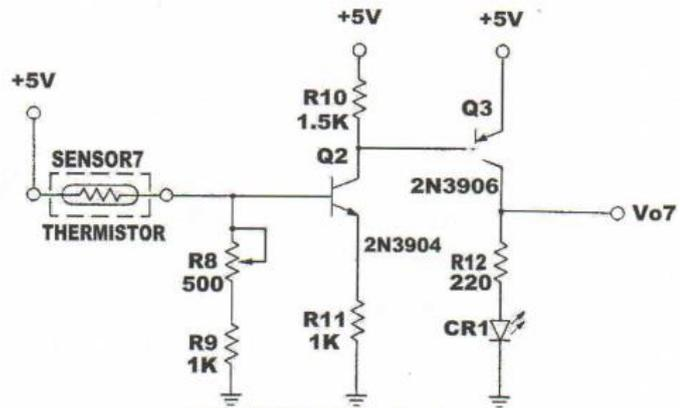

Figure 1. Montage de la manipulation à réaliser
2. Reportez-vous à la figure 1. Connectez le Vo7 à KL-61001B STATUS DISPLAY & DCV INPUT + et le - à GND